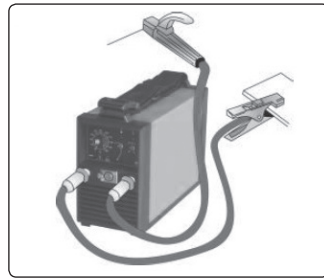

Abb. 2
1) Vor dem Anschluss Schweißgerätes an die Stromquelle (Speisungskreislauf) schieben Sie zuerst die Schweißkabelstecker in die Steckdosen im Schweißgerät und sichern Sie diese durch Drehen im Uhrzeigersinn. Die Elektrodenzange zum Spannen der Elektrode (Elektrodenhalter) (siehe Abb. 2) wird in den meisten Fällen an den positiven Pol des Schweißgerätes, und die Erdungszange (Klemme) an den negativen Pol angeschlossen. Prüfen Sie jedoch die notwendige Polarität für die Schweißelektrode anhand der Herstellerinformationen auf der Elektrodenverpackung, da einige saure Elektroden an den negativen Pol angeschlossen werden.
- 2) Spannen Sie den Schaft der vollkommen trockenen, umhüllten Elektrode in die Elektrodenzange (siehe Abb. 2). Die Elektrodenhülle darf nicht beschädigt sein. Eine beschädigte Schweißelektrode darf nicht benutzt werden.